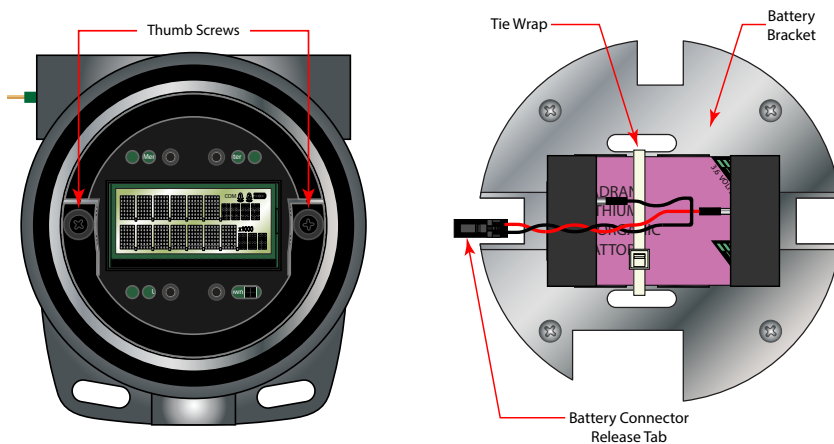

Figura 31: Sostituzione della batteria per il modello antideflagrante
**Nota:** La batteria è tenuta in posizione da una fascetta stringicavi che deve essere tagliata e sostituita (vedere Figura 31). Senza la fascetta, il prodotto non è approvato.
**RIMUOVERE (INTERROMPERE L'ALIMENTAZIONE) L'ALIMENTAZIONE ESTERNA DALL'UNITÀ PRIMA DI RIMUOVERE IL COPERCHIO A VITE DALL'ALLOGGIAMENTO. LA MANCATA OSSERVANZA PUÒ ESSERE PERICOLOSA. (VEDERE FIGURA 31 E FIGURA 32.)**